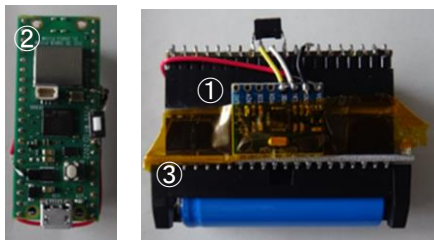

図1 加速度センサーマイコンボード
加速度センサーマイコンボードを開発した(図1)。構成は①加速度計②Raspberry Pi, ARMシングルコンピューター③充電電池式電池となっており、構成価格は約1万円と安価である。